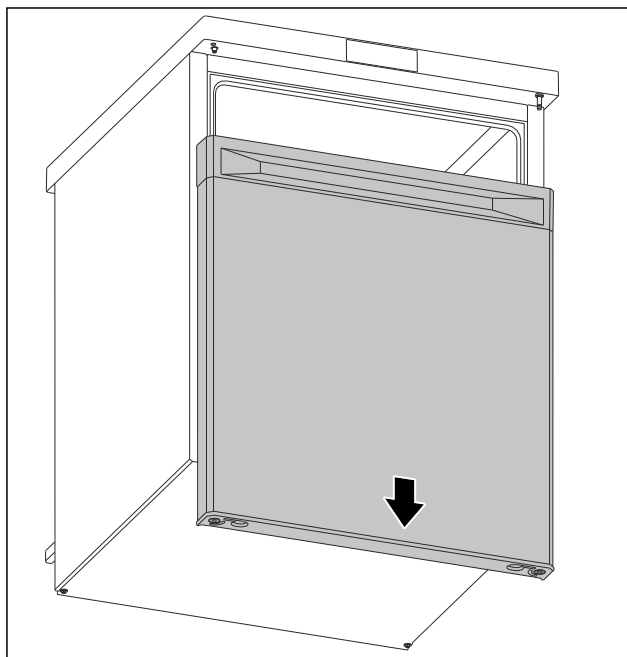

Fig. 8
- ▶ Võtke uks allapoole maha. (vt. Fig. 8)